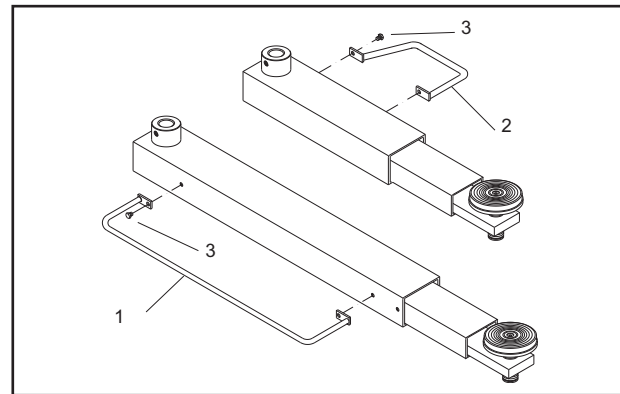

Fig.49
3) Chiudere il coperchio del quadro elettrico, ruotare l'interruttore generale (QS, Fig.49) in posizione 1, premere il pulsante di salita (rif. SB1, Fig.49) se il senso di rotazione non corrisponde con quello della freccia, invertire tra loro 2 fasi dell'alimentazione.
3) Close the cover of the electric box, turn the main switch (QS, Fig.49) to position 1, press the up push button (ref. SB1, Fig.49) and, if the direction of rotation does not correspond to that shown by the arrow, reverse the 2 power supply phases.
9 - Montare sui bracci i parapiedi di sicurezza (1 e 2, Fig.49), usando le viti TE M10x10 e le relative rondelle (3).
9 - Mount the foot guards on the arms (1 and 2, Fig.49), using the screws TE M10x10 and the relative washers (3).